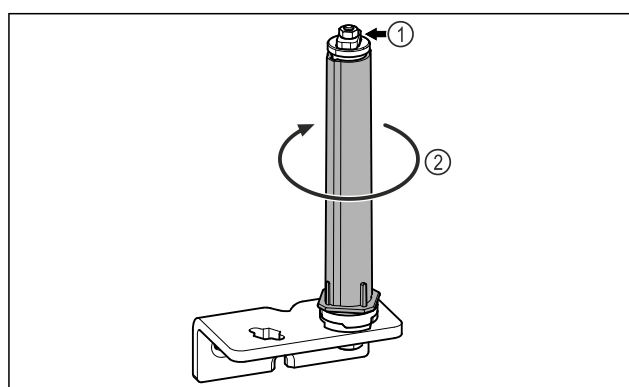

Fig. 21
- Non disassemblare il sistema di chiusura della porta Fig. 21 (1).
- Ruotare il sistema di chiusura Fig. 21 (2) finché non scatta.